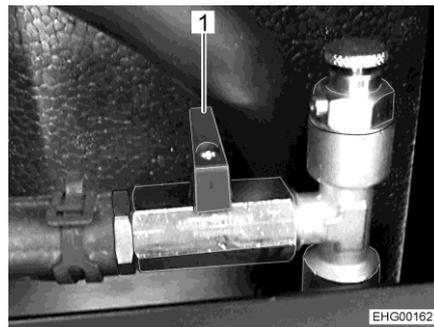

Bild 186 Kugelhahn (geschlossen)
*Kugelhahn schließen (Sommerbetrieb):* ■ Den Hebel (Bild 186,1) quer zur Rohrleitung stellen.